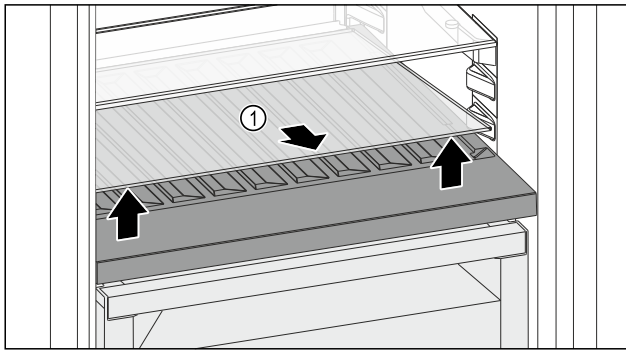

Fig. 161
- ▶ Glasplatte Fig. 161 (1) an der Aussparung vorne anheben und herausnehmen.
- ▶ Glasplatte Fig. 161 (1) außerhalb des Geräts sicher aufbewahren.
- ▶ Glasplatte (2) unter der variablen Flaschenablage einlegen.